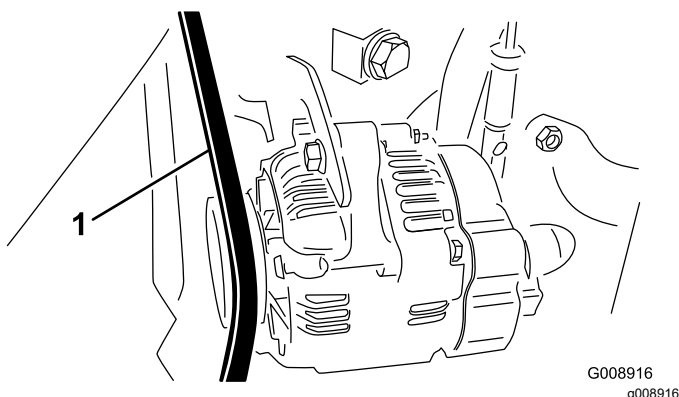

Figura 71
2. Verificate la tensione premendo sulla cinghia dell'alternatore/ventola, nel punto intermedio tra l'alternatore e le pulegge dell'albero a gomito con una forza di 30 N (Figura 71).